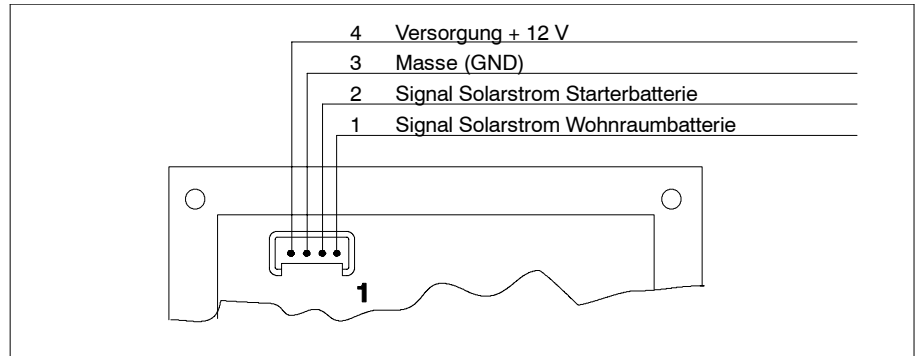

Bild 2 Signale LT 320
- 4-poligen Lumberg-Stecker des entsprechenden Anschlusskabels am Bedien- und Kontrollpanel LT 320 einstecken (s. Abb. 2).